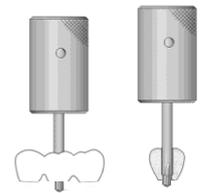

図1
- 1) ラッピングドライバーA (Ti) の使用方法(図1)